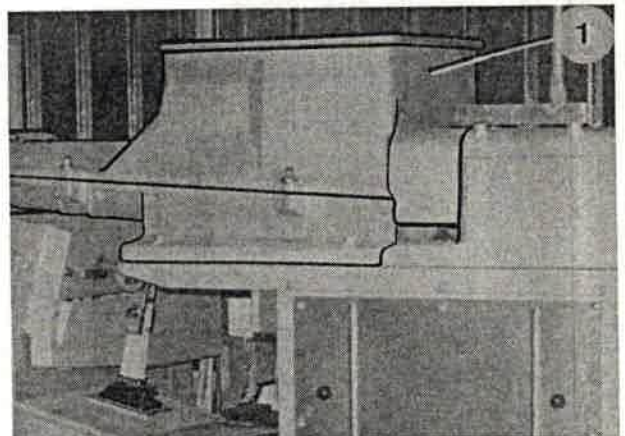

Bild 200
2.2 Zwischenblech (Bild 200/1) abnehmen.